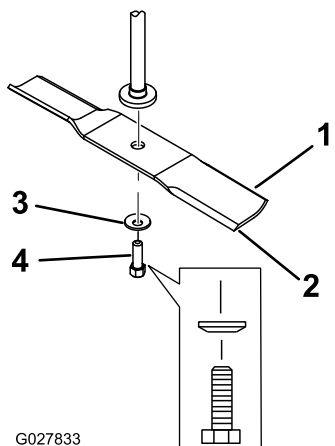

Figura 59
2. Retire del eje el perno de la cuchilla, la arandela curva y la cuchilla (**Figura 59**).
- Instale la cuchilla en el eje (Figura 59).
- Instale la arandela curva (con la copa hacia la cuchilla) y el perno de la cuchilla (Figura 59).